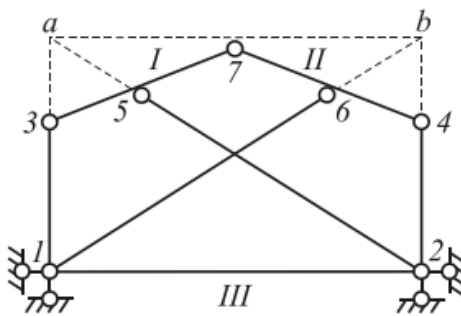

Рис. 1.11
9. Выполнить кинематический анализ системы (рис. 1.11).